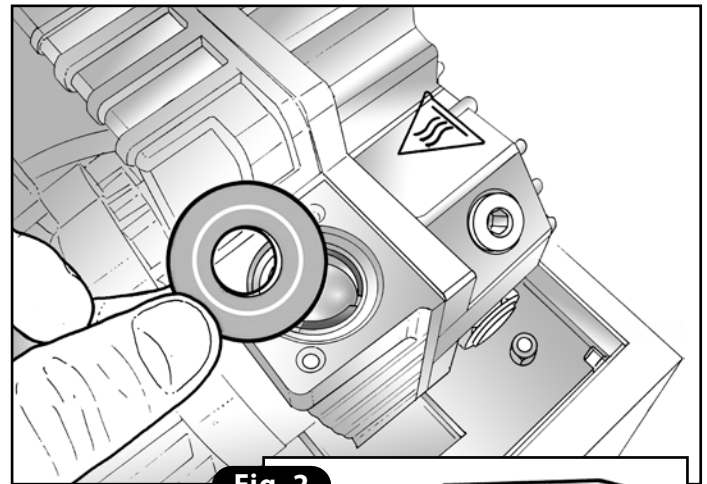

Fig. 2
- Svitare le viti che bloccano la barra saldante al supporto (**Fig. 2**).
- 4) Rimuovere in sequenza l'otturatore in gomma e quello in acciaio. Verificare lo stato di tutta la sezione di aspirazione accessibile e, se necessario effettuarne pulizia con uno straccio imbevuto d'alcol (**Fig. 2**).